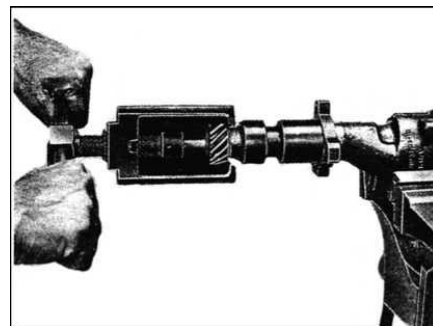

РИС. 139
- 2) Снимите косозубую цилиндрическую шестерню при помощи съёмника, 312 589 0633. Снимите сегментную шпонку (рис. 139).